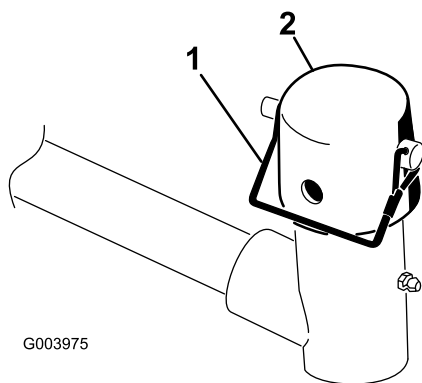

Figura 7
6. Retire o pino de encaixe e a tampa da forquilha da articulação do braço de elevação (Figura 7).
10. Prenda a tampa e o veio da estrutura de suporte à forquilha do braço de elevação com o pino de encaixe. Utilize a ranhura se pretender direccionar a unidade de corte ou utilize o orifício se pretender bloquear a unidade de corte na posição (Figura 7).